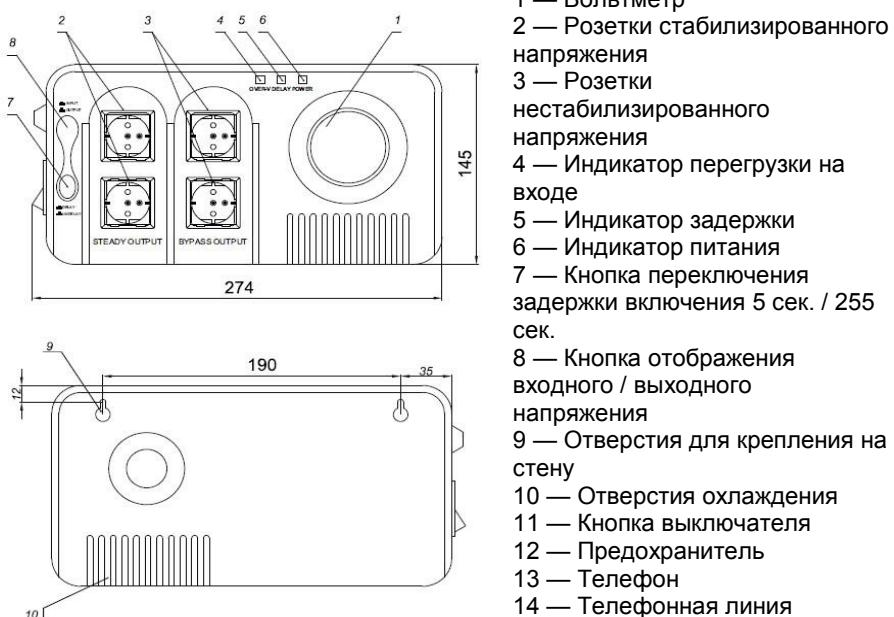

Рис.1
Для включения изделия необходимо подключить его к питающей сети 220В и установить кнопку выключателя (11, рис.1) в положение «вкл». При этом должен загореться световой индикатор питания (6, рис.1). Далее идет процесс тестирования сети - в течение нескольких секунд. Прибор готов к работе.
Расположенный на передней панели вольтметр в зависимости от положения кнопки 3 рис. 1 отображает значение входного или выходного напряжения.
4. Установить Выключатель «СЕТЬ» в положение «Вкл.» на 6 секунд. Индикатор выходного напряжения должен показывать 220В (1,рис.1).
5. Установите Выключатель в положение «Выкл» (11,рис.1).
9. При нажатой кнопке «Задержка» (7,рис. 1) отображается обратный отсчет времени задержки от 255 до 0 сек.